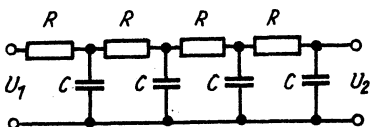

Bild 5.16
d) 4gliedrige  $RC$ -Kette (Bild 5.16)